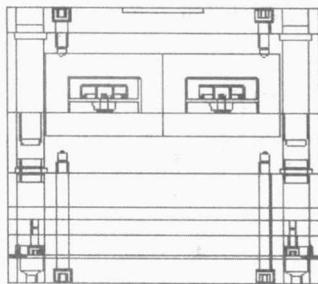
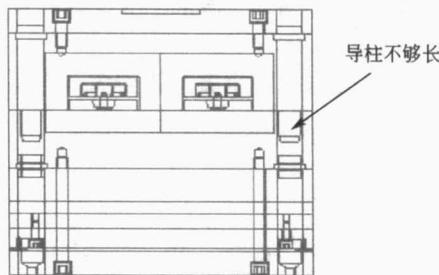

图 1-33 模架
图 1-34 导柱
⑧ 在编辑模架组件对话框上的 plate_h 下拉列表框选择厚度 66，然后单击对话框上的“应用”按钮。
⑨ 单击编辑模架组件对话框上的“取消”按钮，此时创建的模架如图 1-33 所示。此时从图上可以发现导柱不够长，如图 1-34 所示。